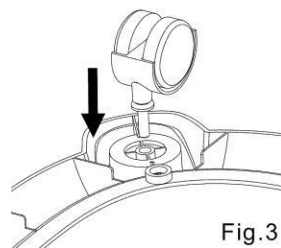

Fig.3
Paso 3: Inserte las ruedas en los agujeros de la base, con movimiento de giro. Luego presioné hacia abajo y asegúrese de que las ruedas estén firmemente unidos. (Fig. 3).